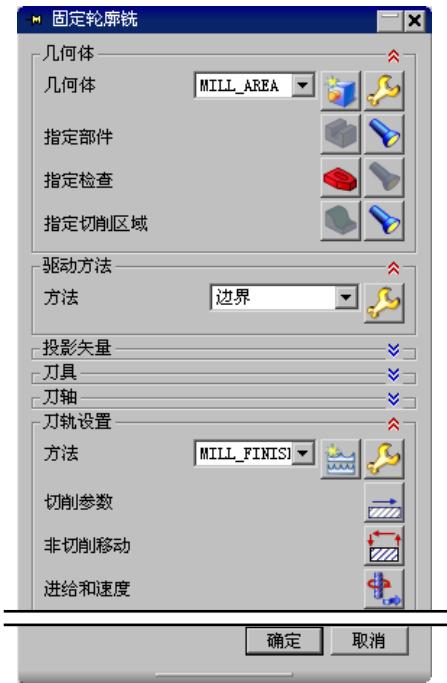

图 4.5.6 “固定轮廓铣”对话框
Step2. 确定加工方法。在“创建操作”对话框 **类型** 下拉列表中选择 **mill_contour** 选项，在 **操作子类型** 区域中单击“**FIXED_CONTOUR**”按钮 ，在 **刀具** 下拉列表中选择 **B6 (Milling Tool-Ball Mill)** 选项，在 **几何体** 下拉列表中选择 **MILL_AREA** 选项，在 **方法** 下拉列表中选择 **MILL_FINISH** 选项，单击 **确定** 按钮，系统弹出图 4.5.6 所示的“固定轮廓铣”对话框。